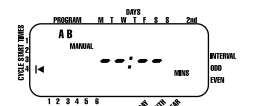

ABBILDUNG 12: LCD-Anzeige bei manuellem Betrieb
- Die MANUELL-Taste drücken. Dann dreimal die WEITER-Taste drücken. In der Anzeige erscheint nun ein blinkender Cursor bei Station 1 mit - - MIN [siehe Abb. 12].